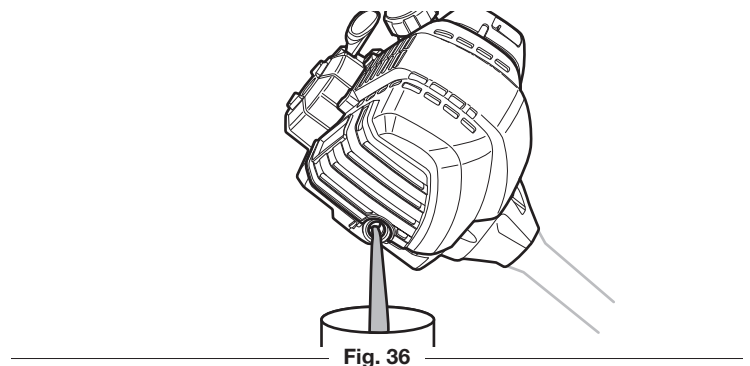

Fig. 36
6. Si el nivel de aceite es demasiado alto, incline la unidad y drene el exceso de aceite en un recipiente adecuado (Fig. 36).
3. Incline la unidad verticalmente para verter el aceite fuera del orificio de llenado de aceite y al interior del recipiente (Fig. 36). Deje bastante tiempo para que se drene completamente.